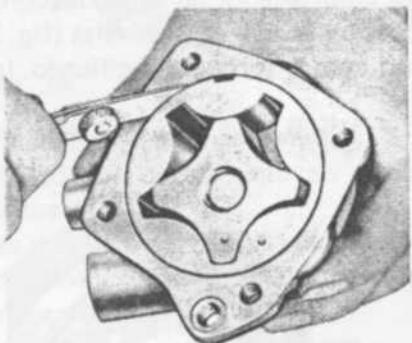

fig. 28
- Medir a folga entre o rotor externo e a carcaça (fig. 28); a folga deverá estar dentro das especificações.